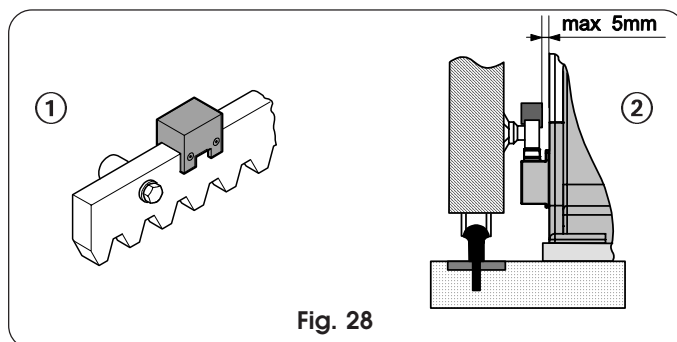

Fig. 28
- Positionner les aimants sur la crémaillère d'après la Fig. 28 Réf. ①. Vérifier que la distance entre l'aimant et le corps de l'opérateur soit au max. 5 mm (Fig. 28 Réf. ②).